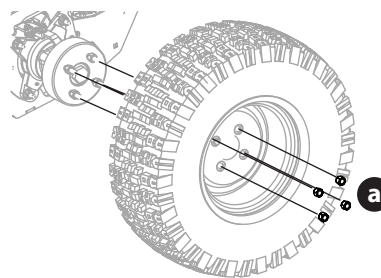

Figura 34
1. Con los neumáticos sobre el suelo, afloje, pero no quite las cuatro tuercas de llanta (a) (Figura 34).
6. Torque las tuercas (a) a 65-70 pies-lb (88,13 a 94,91 N-m) en un patrón entrecruzado (Figura 34).